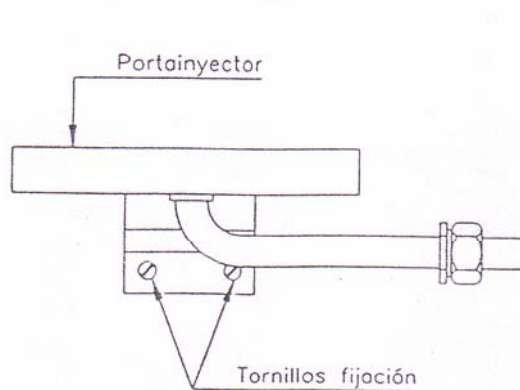

fig.2
- Demontre le porte-injecteur, en dévissant légèrement les deux vis de fixation ainsi que l'écrou qui l'unit au tuyau du gaz. (fig. 2)